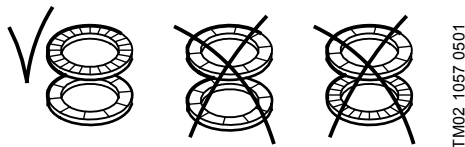

Рис.4
*Шайба поз. 66 состоит из двух частей, склеенных друг с другом. Если они находятся в разобранном состоянии, необходимо убедиться, что они правильно соединены друг с другом, смотрите Рис.4.*